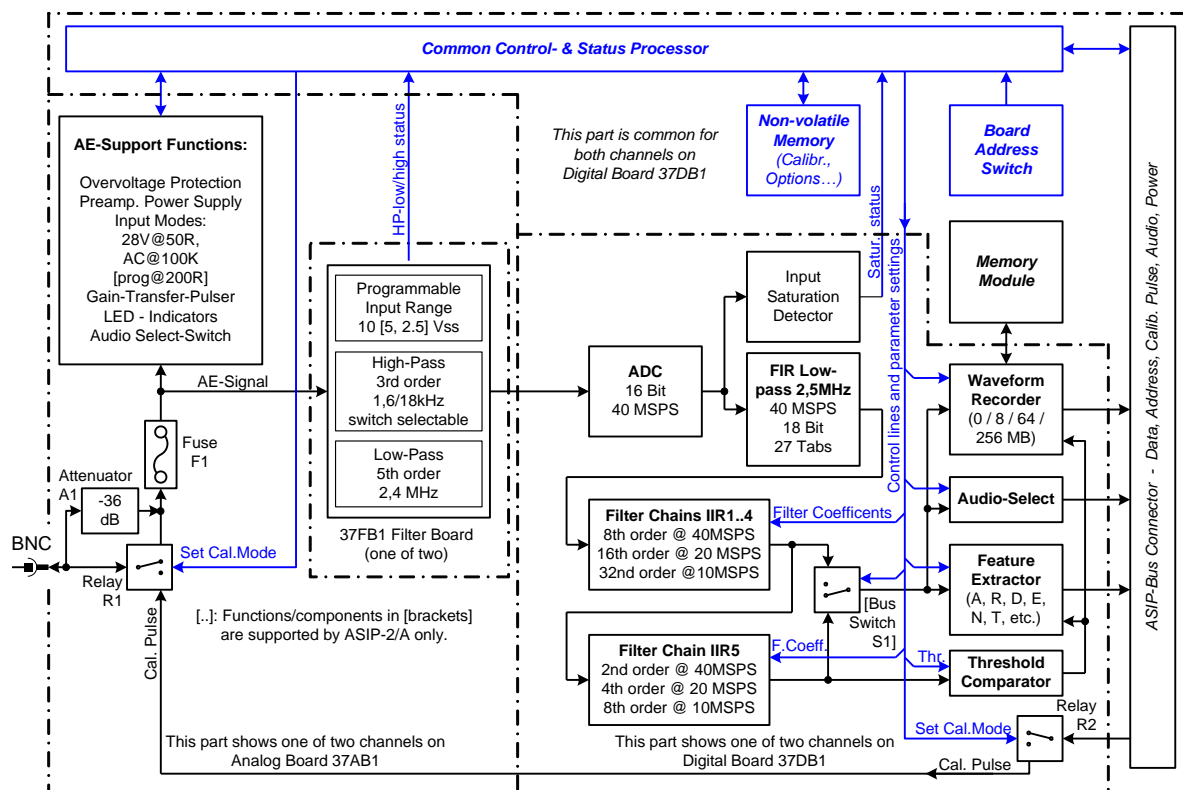

Bild 2: Blockschaltbild AE-Signalprozessor ASIP-2
*ASIP-2: Zentral erzeugter programmierbarer Puls wird unter PC-Kontrolle über AE-Signalprozessor und Vorverstärker an einen bestimmten Sensor durchgeschaltet. Siehe Bild 2: Relais R1 und R2.*
*ASIP-2: Siehe Bild 2: Filter Board 37FB1
*ASIP-2: Digitaler FIR-Filter Tiefpass 2,5MHz 27 Tabs, 40MSPS, danach 10 IIR-Filterstufen, je 2. Ordnung (je 38 Bit intern, 18 Bit extern) bei 20MSPS, programmierbar, toleranzfrei durch digitale Technik. Siehe Bild 2: FilterChains IIR1..4 und IIR5. Weitere Erläuterungen in Kapitel 4*
*ASIP-2: [Vorgesehen für Ende 2007, in Vorbereitung] (Siehe Bild 2: IIR5, Bus Switch S1 in oberer Position)*
Bild 2 zeigt ein vereinfachtes Blockschaltbild für einen Kanal (von zwei) des neuen AE-Signalprozessors ASIP-2. Die schwarzen Verbindungslinien zwischen den Blöcken stellen wichtige Signalpfade dar, die blauen Linien kennzeichnen wichtige Steuer- und Status-Signale.